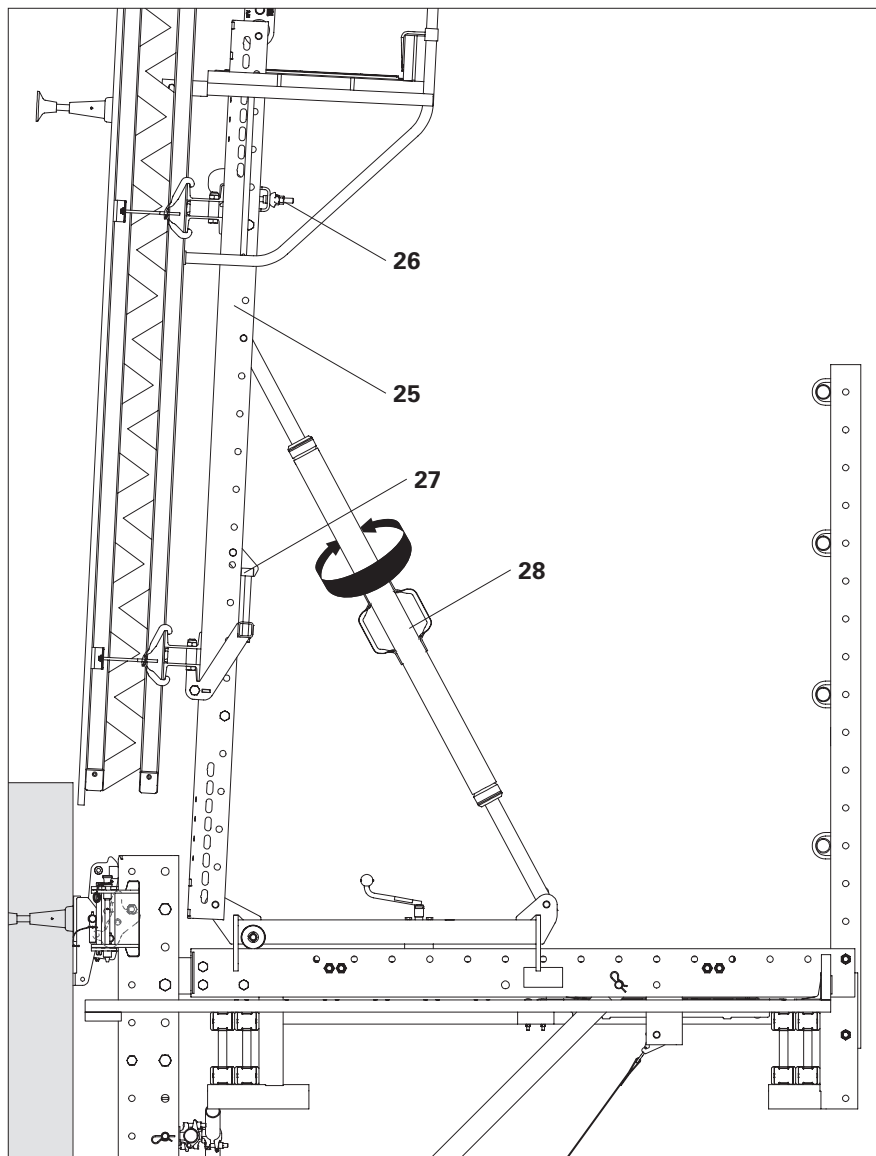

Fig. D2.02
1. Tenere una livella contro la cassaforma e regolare verticalmente la cassaforma ruotando l'albero della cassaforma (**28**). (Fig. D2.02)